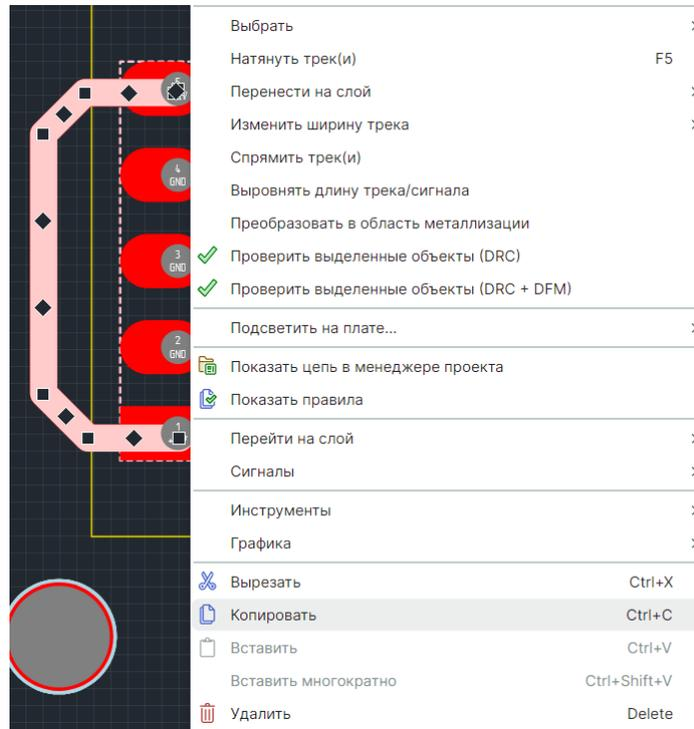

Рис. 455 Копирование трека
2. Воспользуйтесь пунктом «Копировать» контекстного меню или нажмите горячие клавиши «Ctrl+C», см. Рис. 455. Копию выделенных сегментов трека можно получить, перемещая объект при нажатой клавише «Ctrl».